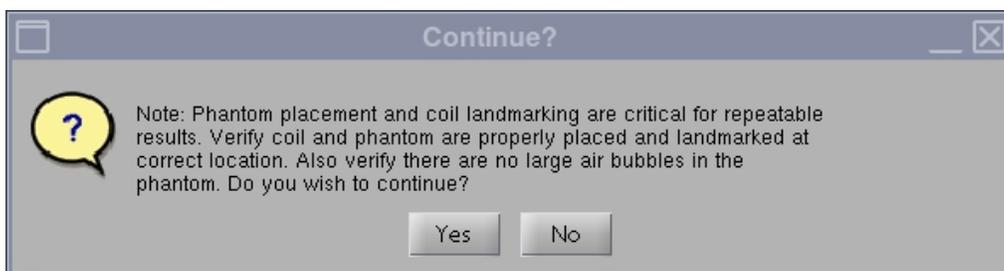

Figura 4
3. Ao ligar o sistema, aparecerá uma nota dizendo o seguinte: “Phantom placement and coil landmarking are critical for repeatable results” (A substituição do fantasma e a marcação da bobina são essenciais para resultados repetíveis). Se a marcação tiver sido feita corretamente e se não houver bolhas de ar no fantasma, clique em **[Yes]** (Sim) para continuar. (Figura 4).